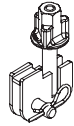

Fig. B1.07
6. Per montare i puntelli di stabilizzazione vedere Fig. B1.07 + B1.08.
(Fig. B1.07)